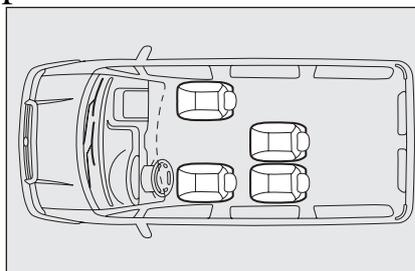
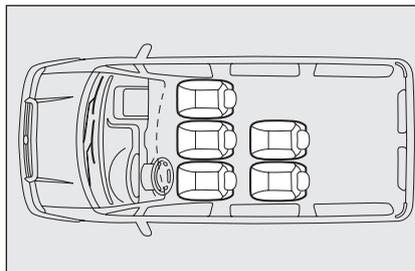

fig. 27 - 4 plazas
fig. 28 - 5 plazas
- pulse las teclas **A-fig. 27** o **A-fig. 28** y baje el reposacabeza.